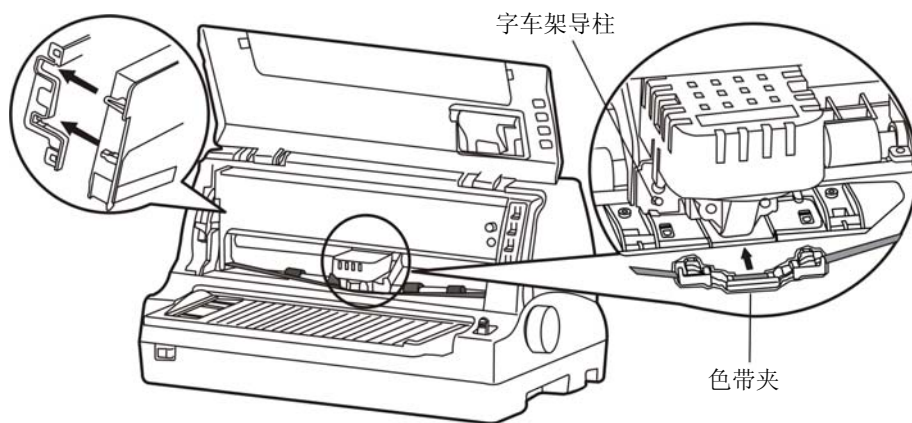

图 2-10 安装色带盒
6. 如图 2-10 所示，抓住色带盒的两边，使色带盒两边的卡扣对准打印机两侧的安装槽，稍用力向前推进，直到完全卡到位。然后将色带夹上的两个圆孔对准字车架上的两个导柱，按压到位。
7. 确保色带芯无皱折，再按照色带盒上箭头方向，转动色带盒旋钮，绷紧色带芯（如图 2-10 所示）。